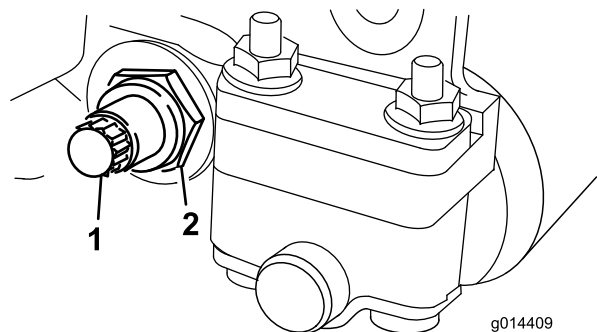

図 14
3. ベッドバー・ボルト（図 14）を固定しているロックナット（機体両側）をゆるめる。
4. 各ベッドバー・ボルトを抜いて、ベッドバーを下に引き抜いて外す（図 14）。ベッ